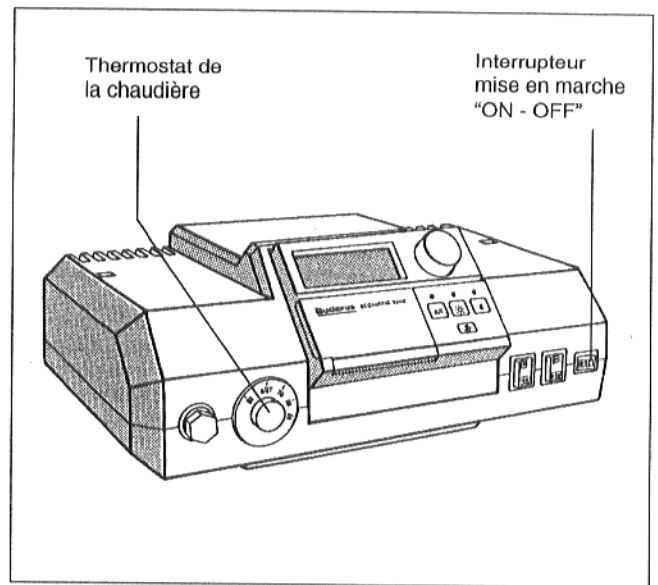
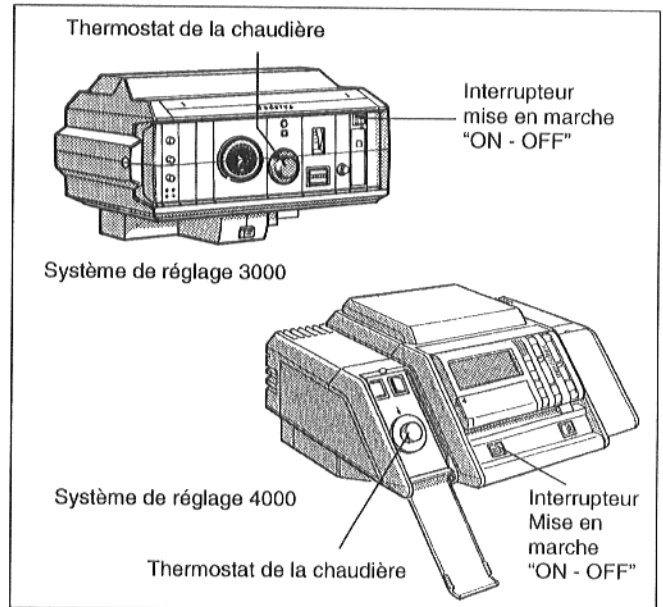

Fig. 27 Système de réglage 2000
Fig. 28 Systèmes de réglage 3000 et 4000
- Mettre l'interrupteur de mise en marche (Fig. 27 ou Fig. 28) en position I (ON).
- Mettre le thermostat de la chaudière (Fig. 27 ou Fig. 28) sur "AUT".